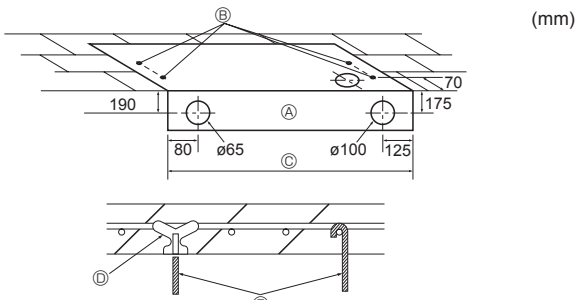

Fig. 3-3
3.2.3. Selecção dos parafusos de suspensão e das posições da tubagem (Fig. 3-3)